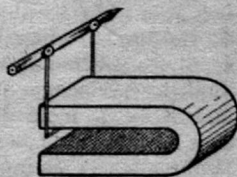

Abb. 83
**Beobachtungen:** a) Spanne einen Lamettafaden nach Abb. 83 auf, leite durch ihn den Strom einer Taschenbatterie! Halte einen Hufeisenmagneten so, daß der Lamettafaden durch den stärksten Teil des Magnetfeldes führt! Beobachte, wie der Lamettafaden aus dem magnetischen
c) Hänge einen Lamettafaden zwischen 2 Reißnägeln an einen Bleistift nach Abb. 83 und nähere einen Magneten! Keine Wirkung! Berühre die beiden Reißnägeln mit den Polstreifen der Taschenbatterie!